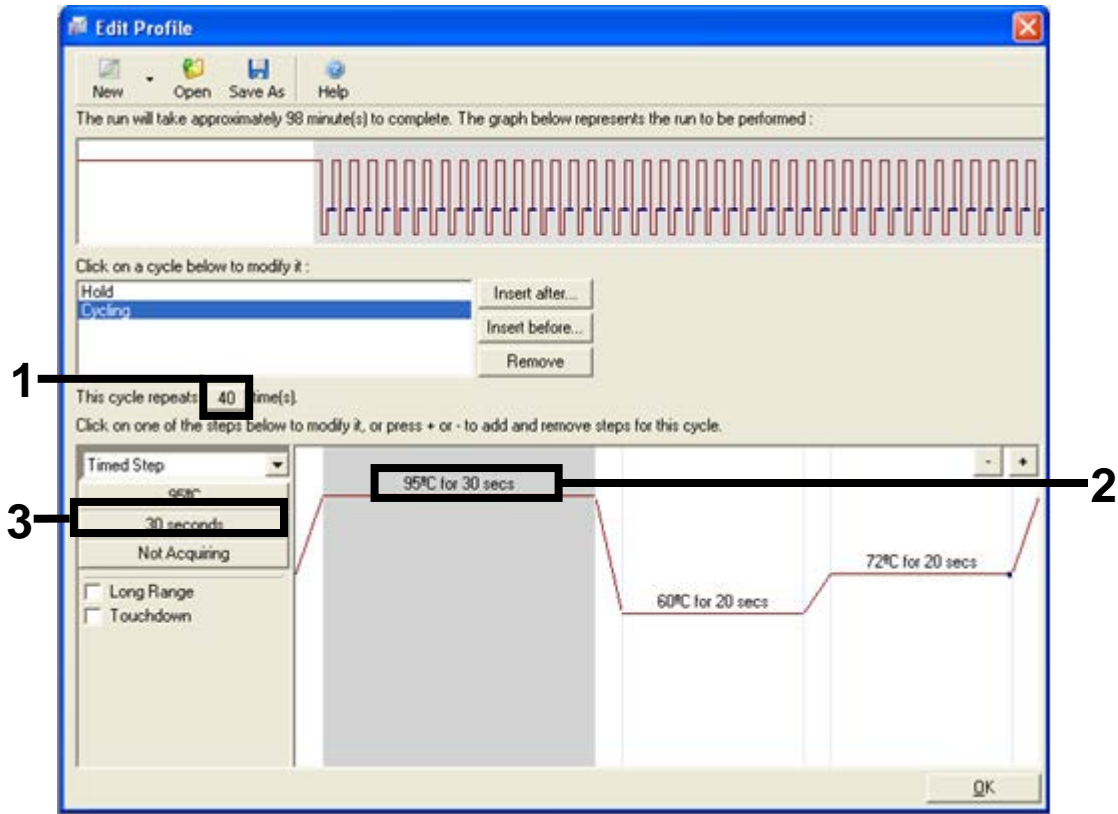

Figure 26. Étape du cycle à 95 °C (1 = case de répétition de cycles, 2 = paramètre de température pour l'étape 1, 3 = paramètre de temps pour l'étape 1).
8. Régler le nombre de répétitions de cycles sur 40. Sélectionner la première étape et régler sur 95 °C et sur 30 secondes (figure 26).